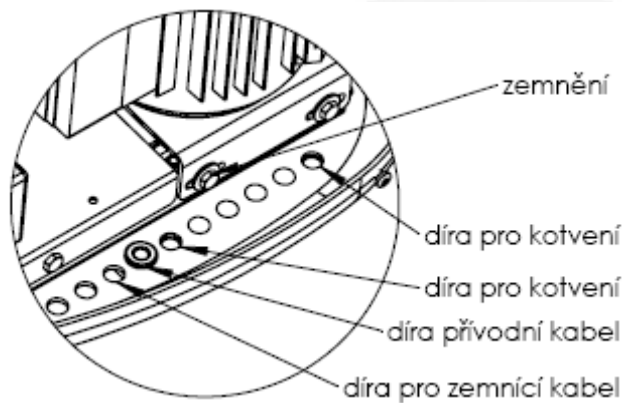

Abb. 3
- Die Ankerung wird mit Ankerschrauben M8-160 (Abb. 3) mittels chemischen Ankers (Zweikomponentenharzmörtel für Befestigung mechanischer Teile zum Mineraluntergrund) durchgeführt. Die Tiefe der Versenkung der Schrauben beträgt 138 mm. Für Sicherung werden breite Scheiben 8,2 und Selbstsicherungsmutter M8 verwendet. Die Schrauben und auch sonstiges Material bilden nicht den Bestandteil des Lieferumfangs.